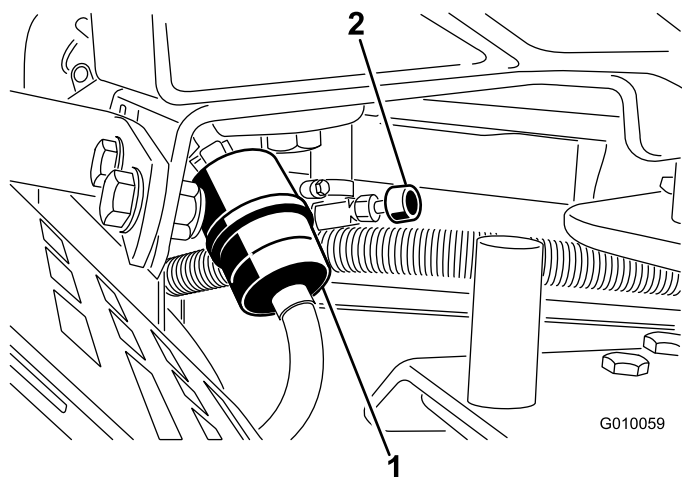

図 52
2. 燃料バルブを閉じる (図 52)。
3. 燃料フィルタについているクランプをゆるめ、フィルタからはずす (図 52)。
4. フィルタから燃料ホースを抜取る (図 52)。燃料バルブを開き、排出される燃料を容器に受ける。
5. フィルタに燃料ホースをつなぎ、クランプで固定する (図 52)。
3. 古いフィルタのクランプをゆるめて脇に寄せる (図 52)。
5. 新しいフィルタをホースに取り付け、クランプで固定する (図 52)。
7. 燃料バルブを開く (図 52)。